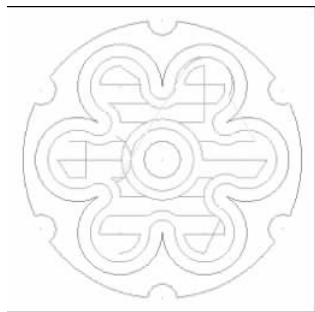

图 5-108 挖槽刀具路径
(14) 单击“确定”按钮,产生的刀具路径如图 5-108 所示。单击加工操作管理器中“选择全部操作”按钮 ,然后单击“实体加工模拟”按钮 ,在系统弹出的“实体切削验证”对话框中,单击“模拟执行”按钮 ,模拟后的效果如图 5-111 所示。